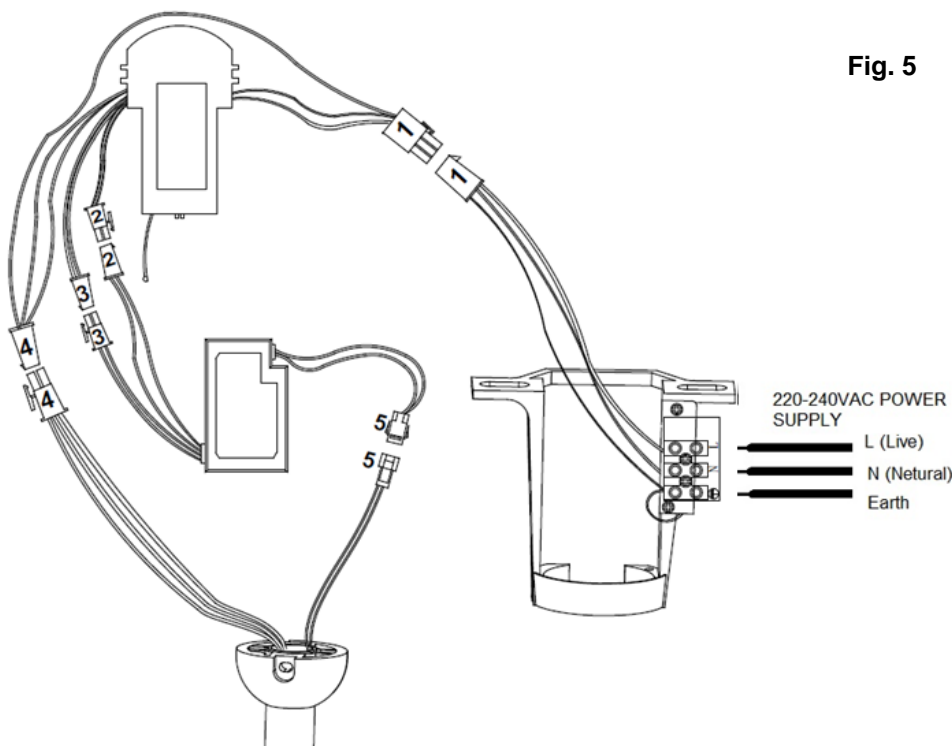

Fig. 5
2. Fate riferimento allo schema di collegamento fornito per il Collegamento elettrico/installazione. **Fig.5**